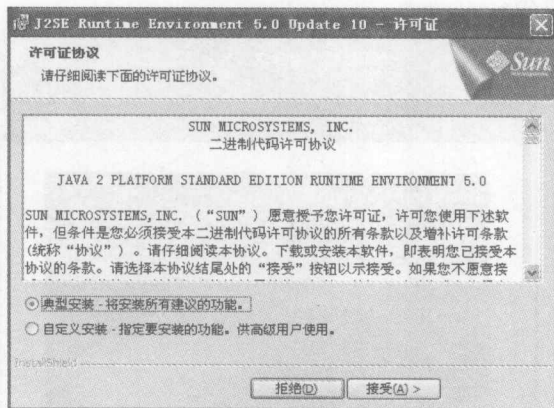

图 1-17 【J2SE Runtime 许可证】界面
STEP 15 进入【J2SE Runtime 许可证】界面,如图 1-17 所示。